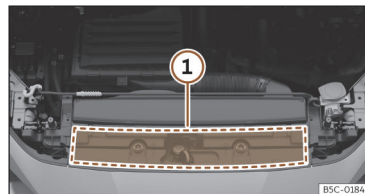

Fig. 221 En el vano motor: zona de ubicación de la etiqueta de aceite de motor
se encuentra en la parte delantera en el vano motor >>> **fig. 221** ①. Si utiliza el aceite de motor recomendado, se puede corregir el nivel del llenado tantas veces como sea necesario.